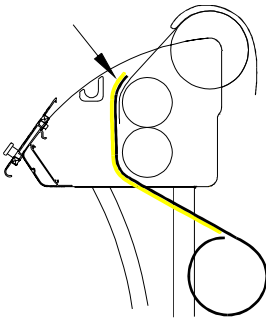

Abbildung 14
- Kleben Sie die obere Folie an die untere Folie (Abb. 14 oder 15).